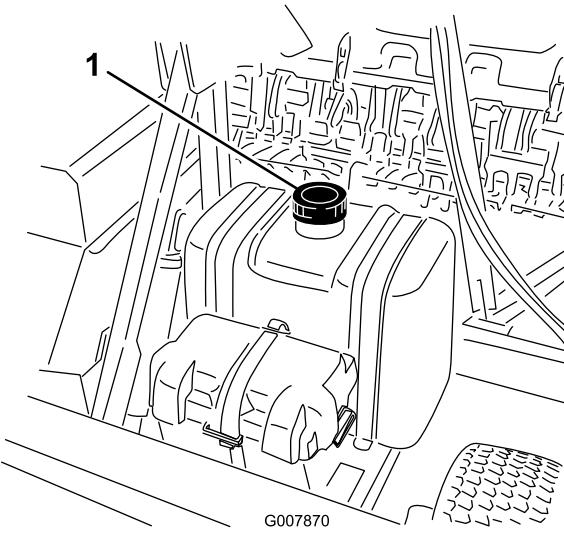

Figura 28
2. Limpe a zona em redor da tampa do depósito de combustível (Figura 28) e retire a tampa.